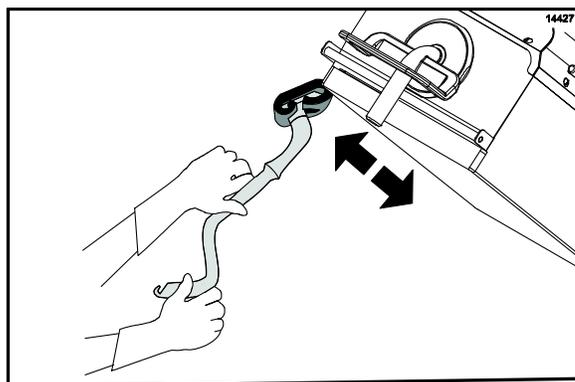

Figura 59
27. Talle los bordes exteriores de las placas derecha e izquierda. (Vea la figura 59.)